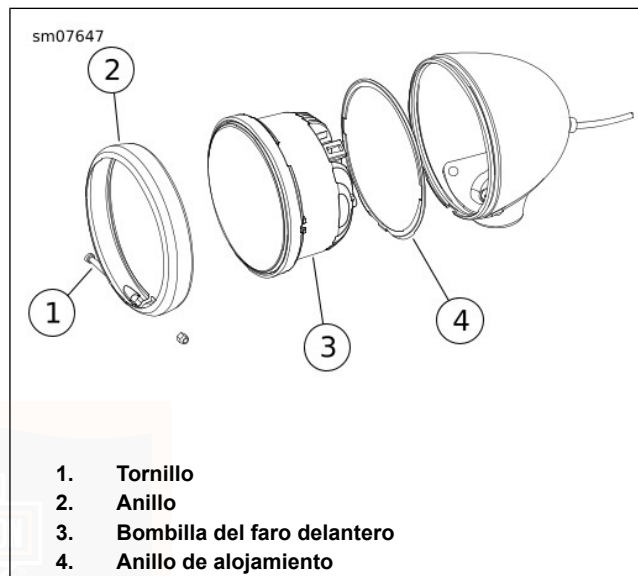

Figura 84. Conjunto del faro delantero
1. Vea Figura 84. Quite el tornillo (1). Retire el anillo decorativo (2) de la caja de la luz.
1. Vea Figura 84. Coloque el anillo de alojamiento (4) en la parte posterior de la **nueva** bombilla (3) con la lengüeta índice orientada lejos de la bombilla.